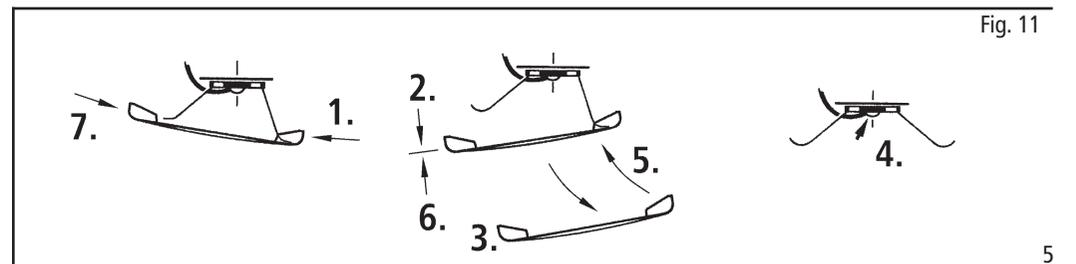

Fig. 7
1. Reinigung der Radstromkontakte: Radstromkontakte können auf unsauberen Schienen leicht verschmutzen. Entfernen Sie **vorsichtig** mit einem kleinen Pinsel **den Schmutz** an den in Fig. 7 gekennzeichneten Stellen.
1. Cleaning of wheel contacts: Wheel contacts easily get dirty on tracks which are not entirely clean. Use a small brush to **remove dirt** from spots marked in fig. 7.
1. Rengöring av hjulens strömuttagningsbleck: Strömuttagningsblecken kan bli smutsiga om modellen används på smutsig räls. Rengör blecken med en liten borste på punkterna som markeras på fig. 7. Tag av lokkåpan först (fig. 3).